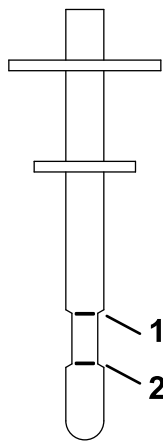

Bild 62
7. Stecken Sie den Peilstab in den Einfüllstutzen und ziehen ihn wieder heraus, um den Ölstand zu prüfen (Bild 62).